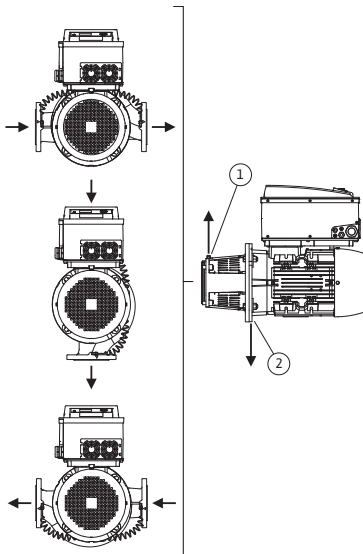
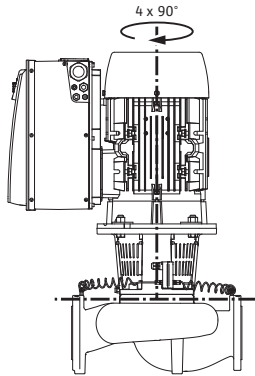

Fig. 18: 수평 모터 샤프트의 허용 장착 위치
Fig. 19: 수직 모터 샤프트의 허용 장착 위치
수평 모터 샤프트와 상방향 전자 모듈(0°)의 허용 장착 위치는 Fig. 18을 참조하십시오. 측면으로 설치된 전자 모듈의 허용 장착 위치(+/- 90°)는 이 그림에서 확인할 수 없습니다. “하방향 전자 모듈”(- 180°) 외의 모든 위치에 장착할 수 있습니다. 배기 밸브가 위를 향할 경우에만 펌프 배기가 실행될 수 있습니다(Fig. 18, 1번). 이 위치(0°)에 있어야만 응축액이 설치되어 있는 보어, 펌프 랜턴 및 모터(Fig. 18, 2번)를 통해 항상 배출될 수 있습니다. 이를 위해 모터 플랜지의 플러그를 제거하십시오.
수직 모터 샤프트의 허용 장착 위치는 Fig. 19를 참조하십시오. “하방향 모터” 외의 모든 위치에 장착할 수 있습니다.
- 랜턴의 배기 밸브(Fig. 6, 1.31번)는 수평 모터 샤프트에서 항상 위를 향해야 합니다(Fig. 6). 수직 모터 샤프트의 경우에는 모든 방향이 허용됩니다. Fig. 18: "수평 모터 샤프트의 허용 장착 위치" 페이지 17 또는 Fig. 19: "수직 모터 샤프트의 허용 장착 위치" 페이지 18도 참조.